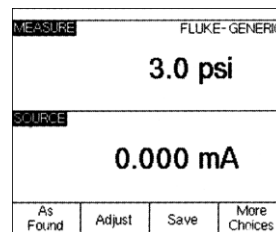

图 15
5、再次按“MEAS/SOURCE”键一次，你可以看到输入 / 输出同时显示屏幕 (图 15)。